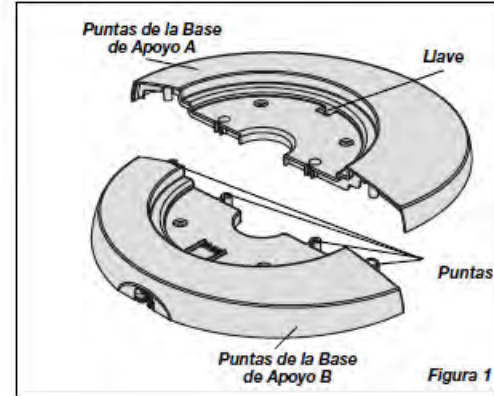
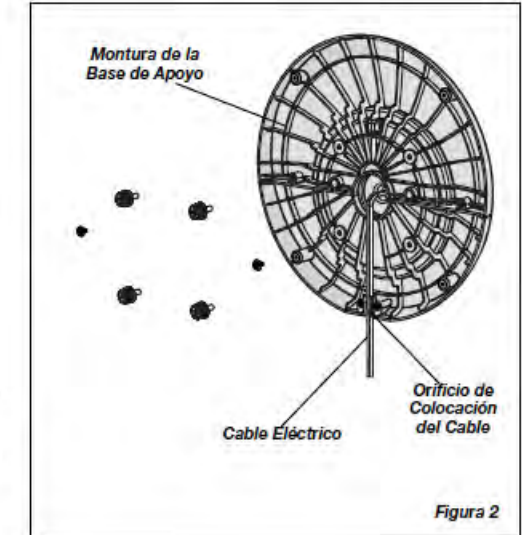

Figura 1
Figura 2
2. Arme las Mitades de la Base de Apoyo encastrando las **Puntas de la Base de Apoyo A** con los Orificios para **Puntas en la Base de Apoyo B**. Conecte el **Cable Eléctrico** a través del orificio grande en el centro de la **Montura de la Base de Apoyo**. (*Figura 1*)
3. Asegure (2) #8 X 3/8" (9.52 mm) Tornillos en los dos orificios externos en la parte inferior de la Base. (*Figura 2*)
4. Alinee la **Montura de la Base de Apoyo** con la **Base del Motor**, teniendo en cuenta que la ranura del cable en la parte inferior de la **montura de la base de apoyo** debe apuntar hacia la parte posterior del Ventilador. Adose la **Montura de la Base de Apoyo** a la **Base del Motor** con (4) **Tornillos Mariposa**. Cerciórese de alinear la **Llave del Conjunto de la Base de Soporte** con la **Muesca Localizadora de la Base Del Motor**. (*Figura 1*) Suavemente tire del **Cable Eléctrico** para evitar que quede flojo y colóquelo en el **Orificio de Colocación del Cable**. (*Figura 2*)